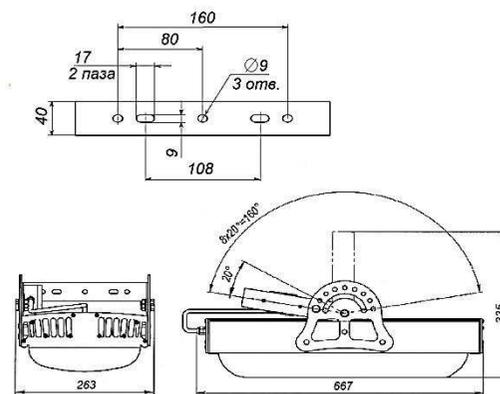

Рисунок 1 – Габаритные размеры прожектора
- габаритные размеры прожектора, ВхШхД, мм – см. рисунок 1;